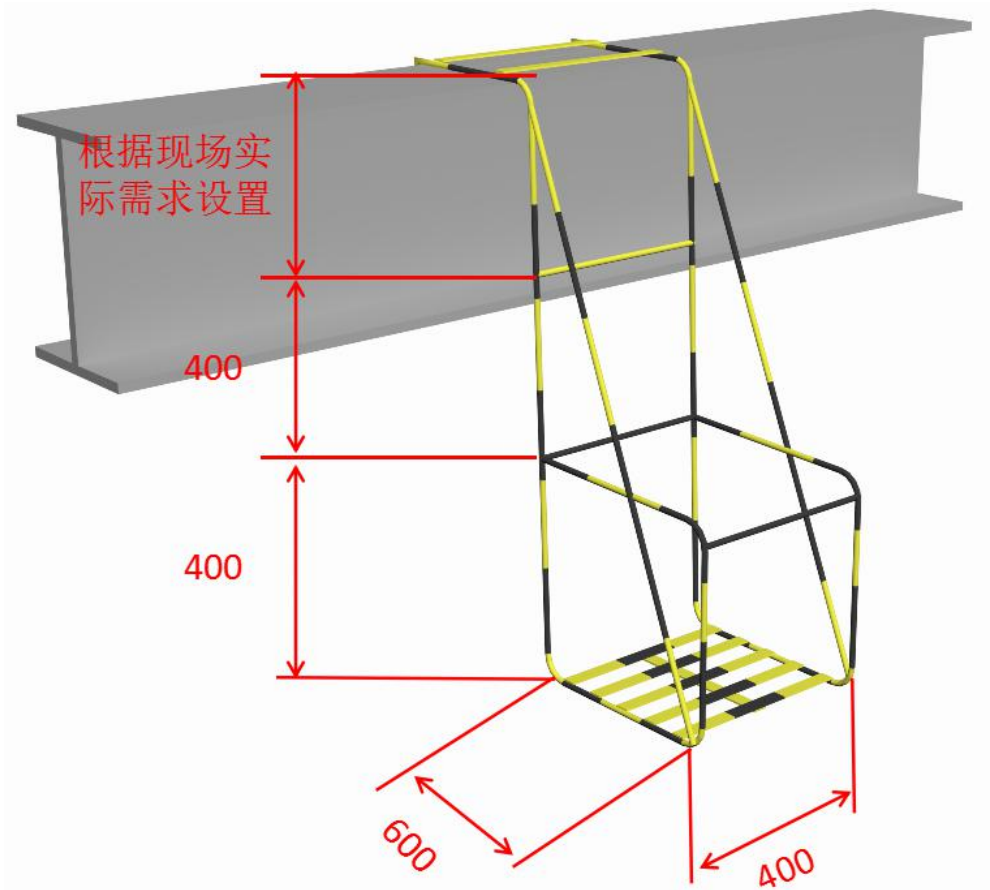

图 3.12-1 单人高处作业挂笼示意图
**【结构型号】**采用材质为 Q235B 的主筋为  $\Phi 14\text{mm}$  圆钢焊接而成；挂笼底板为  $600 \times 500\text{mm}$ ，可采用圆钢或扁铁制作孔，底板洞短边距离不大于  $40\text{mm}$ ，长边距离不大于  $165\text{mm}$ ；挂笼高度根据现场需求制作。（图 3.12-1）